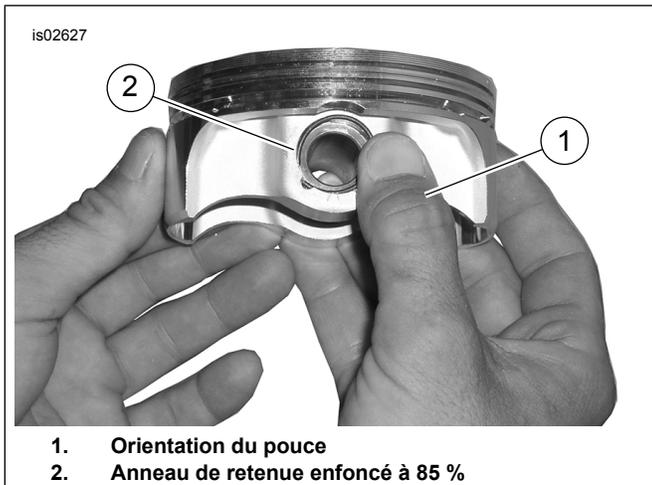

Figure 4. Pose de l'anneau de retenue
- Voir Figure 4 . Placer le pouce (1) comme indiqué. Appuyer fermement jusqu'à ce qu'environ 85 % de l'anneau de retenue (2) soit installé dans la rainure.